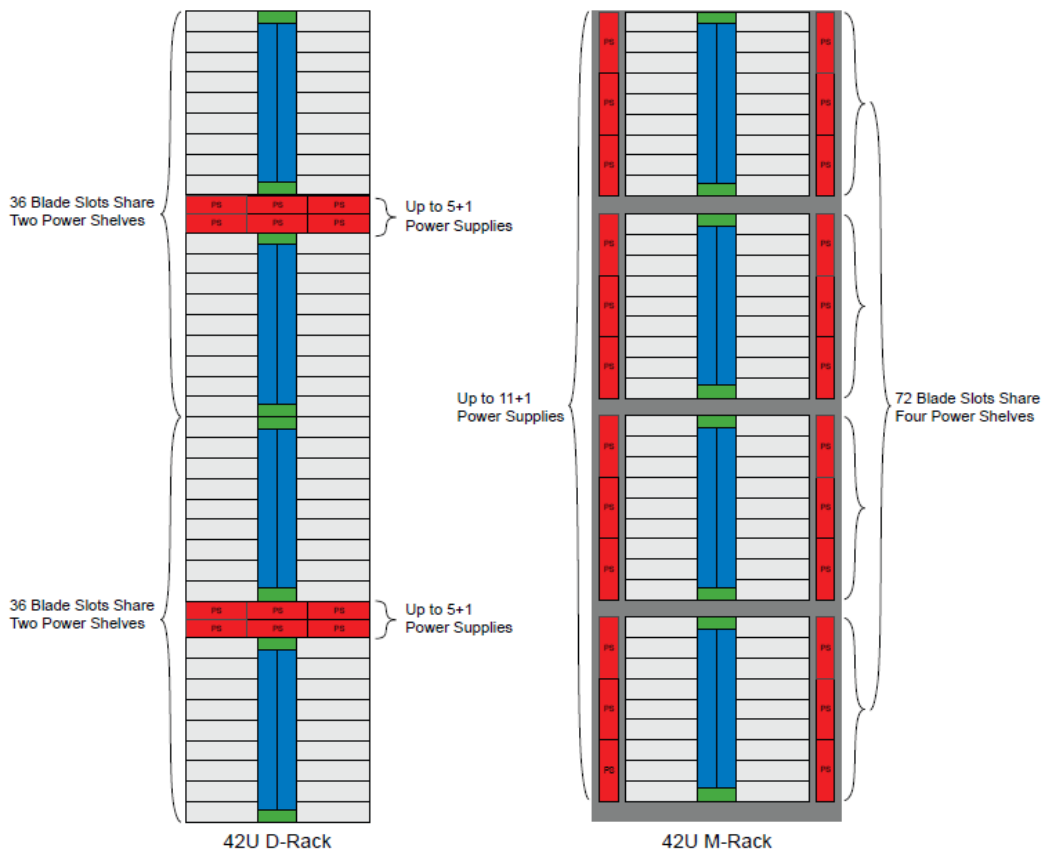

図 2. 単独で拡張が可能な電源シェルフを使い、電力容量とラックの柔軟性を向上
図 2 はそれぞれ、SGI ICE X D-Rack および M-Rack 向けの電源シェルフ構成を示しています。D-Rack では、9.5 ラック・ユニット(9.5U)のラック・マウント・エンクロージャ 2 台が、単独で拡張可能な共有の電源シェルフ 2 個と組み合わせられており、この電源シェルフは共有の 12V 電力バスを介して両方のエンクロージャに電力を供給します。これとは対照的に、M-Rack では 4 個の電力シェルフ(最大 12 個のパワーサプライ)が、エンクロージャの両側に取り付けられた 12V のバス・バーに電力を供給するため、その電力供給能力と柔軟性は相当なものになります。
- **SGI ICE X M-Cell:** M-Cell は、デュアルノードの SGI ICE X IP-115 計算ブレードの搭載により、D-Cell に比べて計算密度を 2 倍にできます。また M-Cell は、将来の大消費電力テクノロジーへのアップグレードをサポートするよう設計されています。M-Cell 内の M-Rack は、最大 12 個のパワーサプライが 1 個の 12W 電力バス・バーを共有しているため(図 2)、共有のパワーサプライからより多くの電力を提供します。また、SGI コールドシンク技術は高温のコンポーネントをより効率的に冷却するので、より発熱量の多いコンポーネントをサポートする事が可能です。